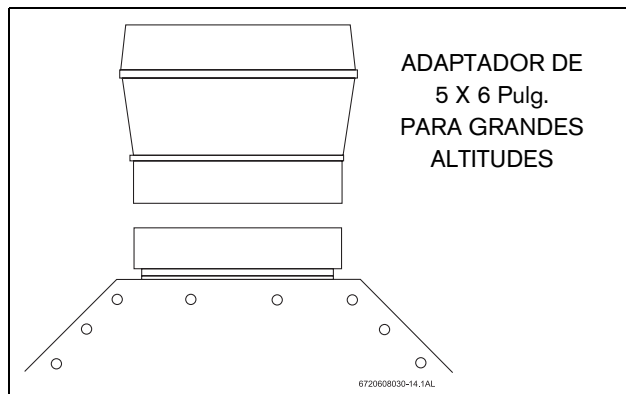

Fig. 10 Adaptador de tubo de salida de gases para instalaciones a grandes altitudes
- ▶ Se recomienda una salida de gases de 5 pulg. de diámetro construida del tubo correspondiente tipo B de doble pared. A altitudes superiores a 2000 pies se requiere de un tubo de salida de gases de 6 pulg.; vea la Fig. 10. En ninguna circunstancia debe instalarse un tubo de menor tamaño.
Las chimeneas de mampostería deben construirse e instalarse de conformidad con la norma NFPS 211 o los códigos locales. En los casos en que se haga la conexión de salida de gases a una chimenea interna de mampostería de tiro natural, debe utilizarse un tubo de salida de gases (tipo B metálico de doble pared) de 5 pulg. de diámetro, o un aislamiento de arcilla para conductos de gases de combustión registrado. A elevaciones superiores a 2000 pies se requiere de un tubo de salida de gases de 6 pulg.; vea la Fig. 10. En los casos en se haga la conexión de salida de gases a una chimenea de mampostería, es posible que los códigos locales exijan tanto el uso de tubo de salida de gases como de un sistema de aislamiento aprobado. El estado de Massachusetts exige usar un aislamiento registrado. Entre los sistemas de aislamiento posibles está el de arcilla para gases de combustión aprobado, un sistema de aislamiento para chimeneas registrado o cualquier otro material aprobado que resista la corrosión, erosión, ablandamiento o agrietamiento causado por los gases de combustión evacuados a una temperatura hasta de 1800 grados F. El sistema de aislamiento debe estar registrado para usarse con aparatos de gas de tiro natural equipados de campana. Siga los códigos locales y consulte las normas NFGC 54 y NFPA 58.